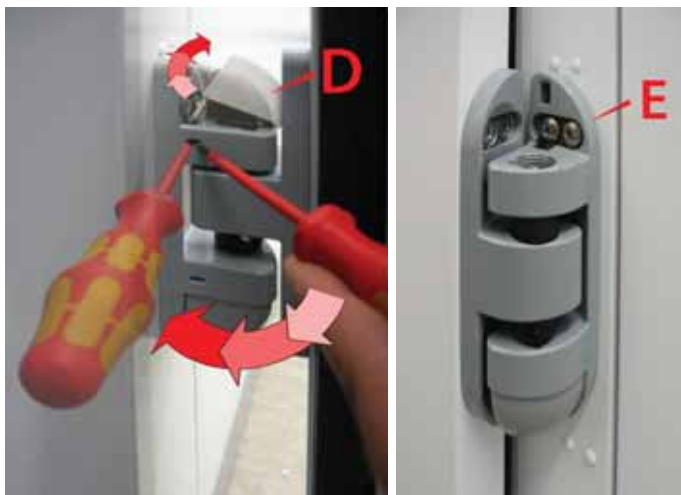

Abb.13 Zusammenbau der Türscharniere
**Entfernen und Neuinstallation der Scharniere (Abb.13):**